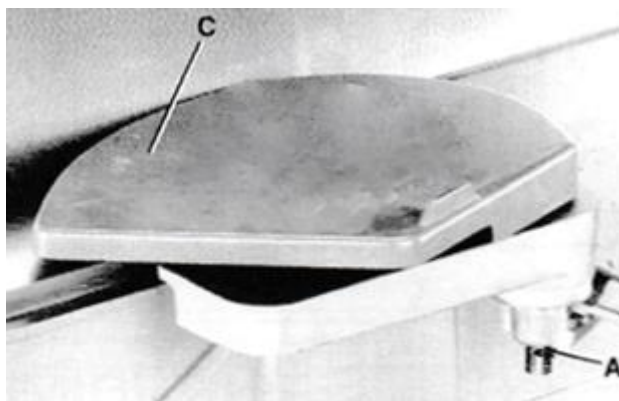

Рис. 17 Установленная защита режущей головки в сборе
2. Вставьте установочный винт (А) – Рис. 17 обратно в штифт (В), чтобы защита режущей головки (С) оставалась на месте во время работы станка.
3. На Рис. 17 показана установленная защита режущей головки (С) на загрузочном столе.